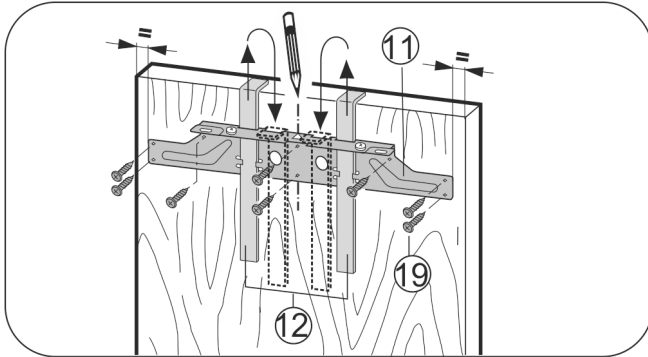

Fig. 18
- ▶ Навесьте крепежную поперечину Fig. 18 (11) с монтажными вспомогательными элементами Fig. 18 (12) на внутреннюю сторону мебельной дверцы.
- ▶ Выровняйте крепежную поперечину Fig. 18 (11) в центре двери.
- ▶ Прикрутите крепежную поперечину Fig. 18 (11) по меньшей мере 6 винтами Fig. 18 (19).
- ▶ Прикрутите крепежную поперечину Fig. 18 (11) 4 винтами Fig. 18 (19) по краю.
- ▶ Вытяните вверх монтажные приспособления Fig. 18 (12) и, развернув, вставьте их в расположенные рядом приемные отверстия.